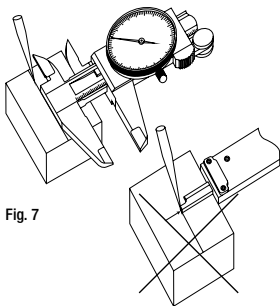

Fig. 7
- **Face de traçage** : déplacer la face de référence du traçage (11) contre la référence de la pièce et déplacer la coulisse (5) à la mesure choisie, la verrouiller, puis procéder au traçage (fig. 7).